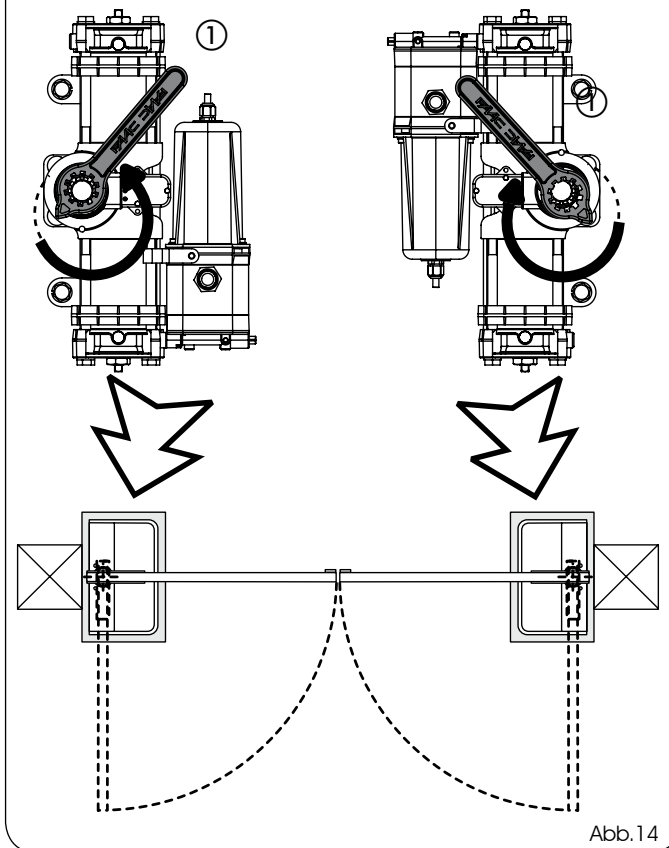

Abb.14
- 5) Das Ritzel des Antriebs mit dem im Lieferumfang enthaltenen Schlüssel in Schließrichtung des Tors (siehe Abb. 14) bis zum Innenanschlag des Kolbens drehen und den Schlüssel